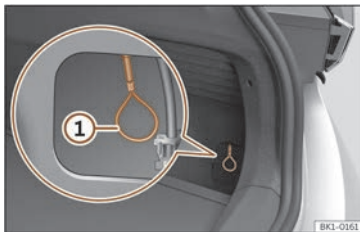

Fig. 73 Detrás da cuberta: desbloqueo de emerxencia do conector de carga.
- Tire do lazo para o desbloqueo manual de emerxencia >>> **fig. 73** ①. Pódese retirar o conector de carga >>> ⚠.